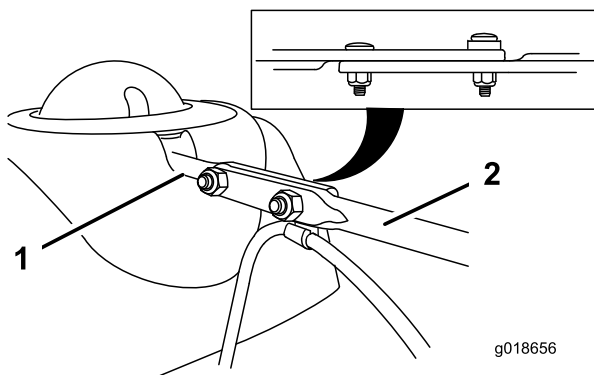

Bild 15
3. Fluchten Sie das abgeflachte hintere Ende der langen Schaltstange für den Auswurfkanal mit dem abgeflachten vorderen Ende der kurzen Stange aus, die aus dem Armaturenbrett herausragt, sodass beide eingreifen (Bild 15).